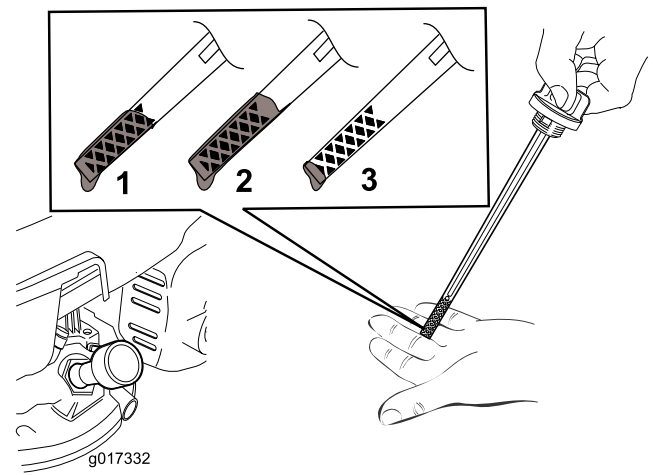

Figure 12
5. Pour déterminer le niveau d'huile correct indiqué par la jauge, voir Figure 12.
Remarque: Versez de l'huile dans le carter moteur jusqu'à ce que la jauge indique le niveau correct, comme montré à la Figure 12. Si vous remplissez excessivement le carter moteur, vidangez l'excédent d'huile comme expliqué sous Vidange de l'huile moteur \(page 17\).